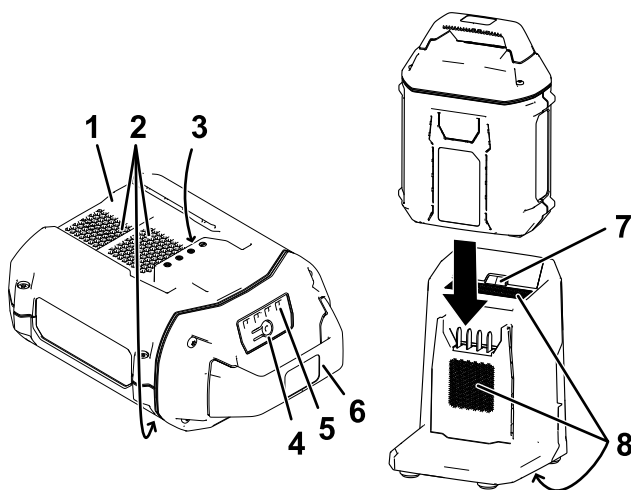

Figura 2
2. Allineate la cavità nel pacco batteria (Figura 2) con la linguetta sul caricabatterie.
3. Fate scorrere il pacco batteria nel caricabatteria fino a quando non è completamente in sede (Figura 2).